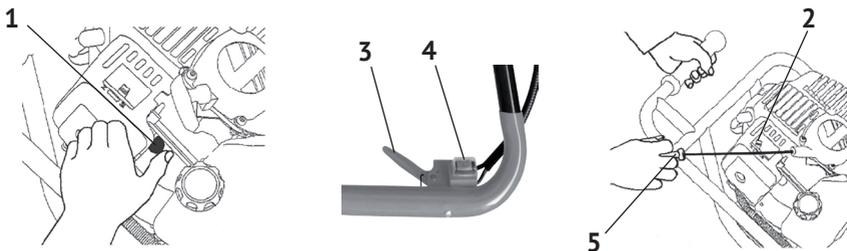

рис. 5
6.1.1 Порядок запуска (см. рис. 5)
- перевести выключатель зажигания (рис.5 поз.4) в положение «I» - «Включено»;
- перевести рычаг воздушной заслонки (рис.5 поз.2) в положение «закрыто»
- нажать несколько раз на кнопку ручной подкачки топлива (рис.5 поз.1);
- медленно потянуть за рукоятку стартера (рис.5 поз.5) до появления сопротивления, а затем резким движением вытянуть трос на 2/3 его длины. Повторить действие до первого «схватывания» двигателя;